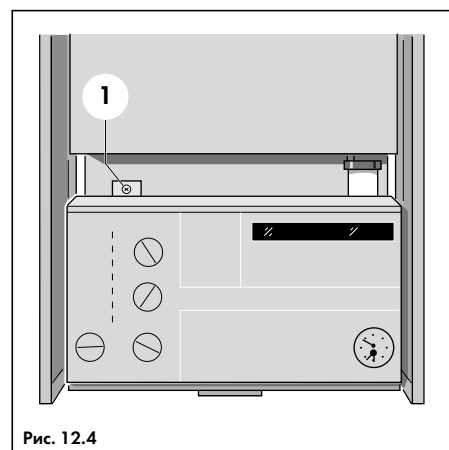

Рис. 12.4
- Отвернуть винт (1, рис. 12.4) и откинуть панель управления.
- Отвернуть винт (1, рис. 12.4) и откинуть панель управления;